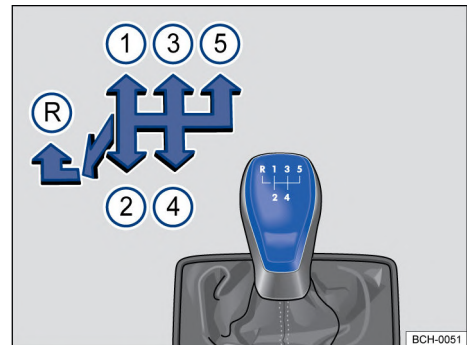

Fig. 92 Esquema de la transmisión manual de 5 marchas.
Las posiciones de cada una de las marcha están representadas en la palanca de cambios → fig. 92.
- Empujar la palanca de cambios totalmente hacia la izquierda y después hacia adelante hasta la posición de la marcha atrás → fig. 92 .